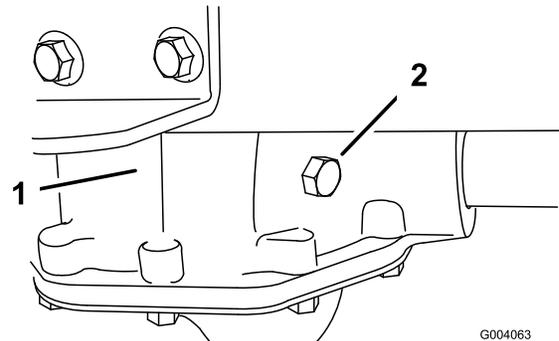

Figure 44
2. Enlevez le boulon de contrôle de la boîte-pont (Figure 44).